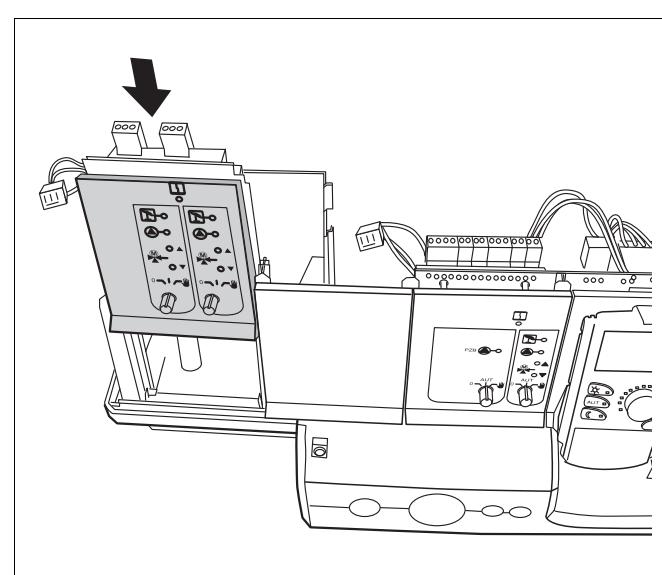

Рис. 5 Установка функционального модуля
- Вставьте функциональный модуль в слот (\rightarrow Рис. 5) до защелкивания.
- Вставьте новый модуль в тот же разъем (\rightarrow Рис. 5, стр. 7).